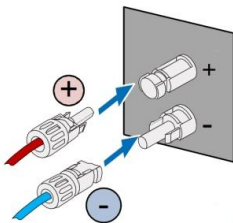

Fig 5.4 Collegamento della stringa FV all'inverter
- (1) Collegare la stringa FV all'inverter e assicurarsi che sia ben fissata, come mostrato nella Fig. 5.4;
- (2) Al momento di smontare il connettore CC dall'inverter, inserire la punta di un cacciavite a taglio nel foro rialzato al centro del connettore e forzare l'estremità mobile del connettore per estrarlo.